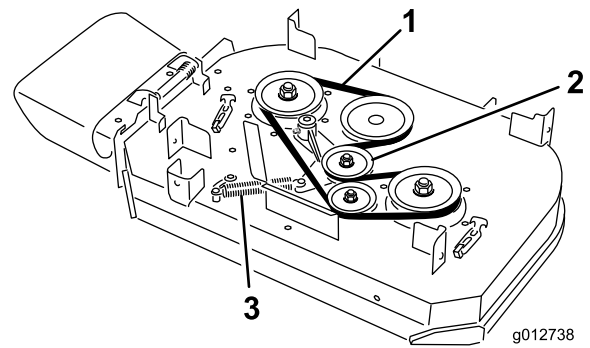

Figura 63
4. Desenganche el muelle de la clavija del brazo de la polea tensora (Figura 63).
5. Retire la correa usada del cortacésped (Figura 63).
6. Instale la correa nueva alrededor de la polea del embrague, las poleas de la carcasa y la polea tensora (Figura 63).
7. Enganche el muelle en la clavija del brazo de la polea tensora (Figura 63).
6. Instale la correa nueva del cortacésped alrededor de las poleas de la carcasa y la polea tensora (Figura 63).
5. Desenganche el muelle de la clavija del brazo de la polea tensora (Figura 63).
6. Retire la correa usada del cortacésped (Figura 63).
7. Instale la correa nueva alrededor de las poleas de la carcasa, la polea del embrague y la polea tensora (Figura 63).
8. Enganche el muelle en la clavija (Figura 63).